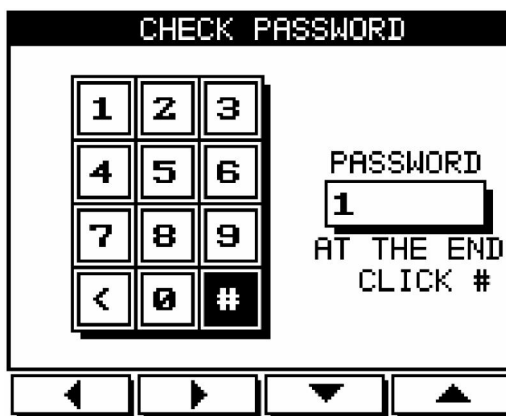

Рис. 4.1
2. Нажмите «Enter». На дисплее появится экран ввода пароля (рис. 4.1):